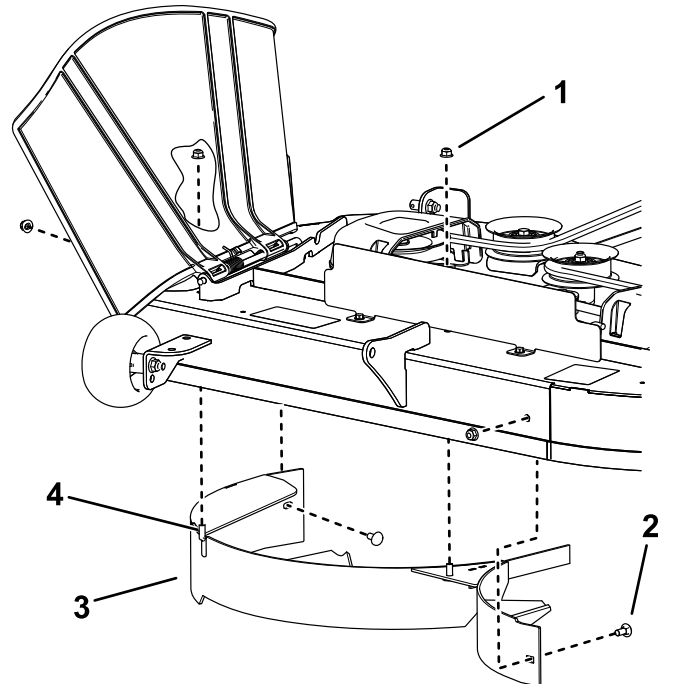

Figura 12
4. Îndepărtați cele 2 contrapiulițe (5/16") de pe suporturile sudate ale deflectorului (Figura 12).
5. Îndepărtați cele 2 uruburi de fixare și cele 2 contrapiulițe care fixează deflectorul pe punte și îndepărtați deflectorul (Figura 12).
6. Localizați cele 2 boluri printre accesorii și folosiți bolurile existente pentru a monta aceste elemente de fixare în utilizate pentru suporturile sudate (Figura 12), pentru a împiedica proiectarea reziduurilor.